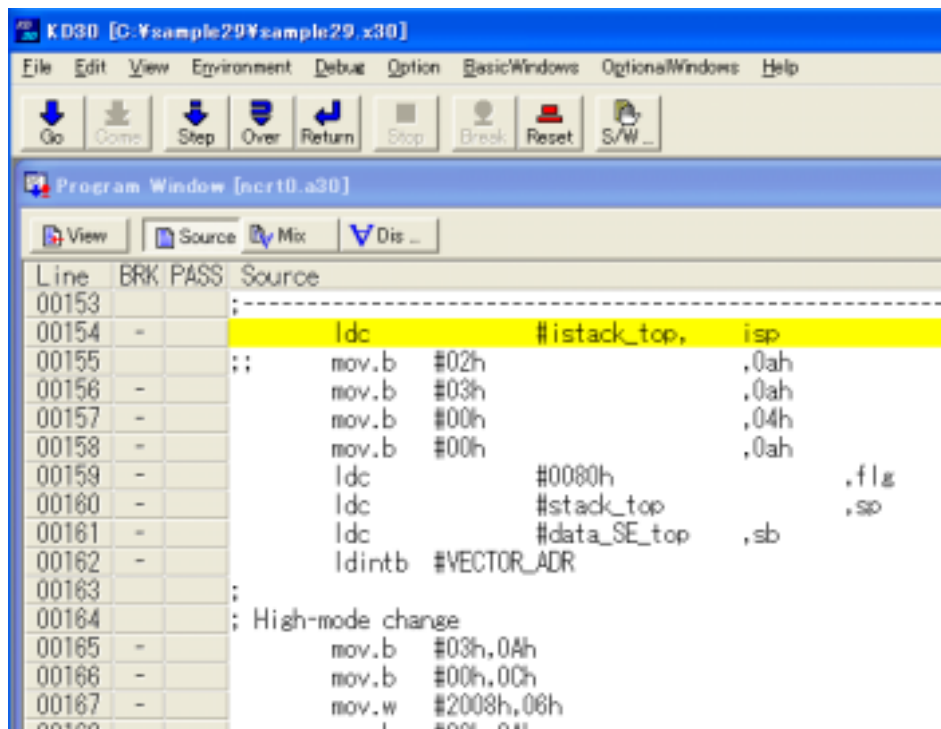

図 6-20 Program window 画面
2) ダウンロードが終了すると、「Program window」にダウンロードしたプログラムが表示されます。(図 6-20 を参照)